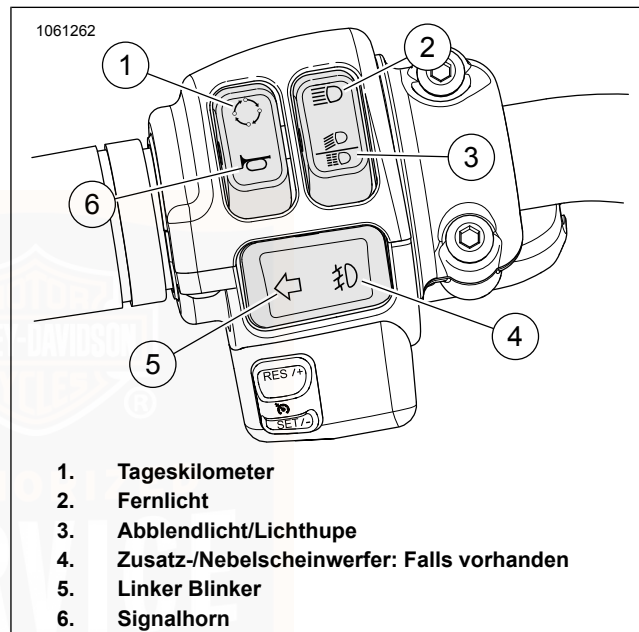

Abbildung 30. Linkes Schaltermodul (typisch)
Siehe Abbildung 30. Durch den Tageskilometerschalter (1) wird der Tageskilometerzähler aktiviert. Der Tageskilometerschalter wird auch zum Blättern durch die optionalen Bildschirme der Kilometerzähleranzeige verwendet. Wenn die Zündung AUSGESCHALTET ist, kann über den Tageskilometerschalter die Zeit- oder Kilometerzähleranzeige aufgerufen werden. Siehe Tabelle 33.
Siehe Abbildung 30. Den Fernlichtschalter (2) drücken, um das Fernlicht einzuschalten. Das Aufleuchten der blauen Kontrollleuchte für Scheinwerfer-Fernlicht zeigt an, dass das Fernlicht betätigt ist. Siehe Tabelle 33.
Abblendlicht: Siehe Abbildung 30. Den unteren Teil des Schalters (3) drücken, um das Abblendlicht einzuschalten.
Siehe Abbildung 30. Drücken Sie auf den Zusatz-/Nebelscheinwerfer-Schalter (4), um die Zusatz-/Nebelscheinwerfer einzuschalten. Siehe Tabelle 33
Aktivieren: Siehe Abbildung 30. Den linken Blinkerschalter (5) zur Aktivierung des linken Blinkers betätigen. Siehe Tabelle 33.
Siehe Abbildung 30. Das Signalhorn wird über den Signalhornschalter (6) betätigt. Das Signalhorn kann bis zu 10 Sekunden lang ertönen. Drückt man den Signalhornschalter länger, schaltet sich das Signalhorn automatisch ab. Siehe Tabelle 33.